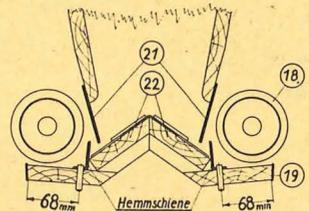

Abb. 13 Einbau der Hemmschiene „S“
2. **Hemmschiene „S“ (starr)** - nur für stark rieselnde Düngersorten, besonders bei kleinen Streumengen. Die Hemmschiene „S“ (26) besitzt an ihrer Unterseite kleine Zapfen, welche beim Einbau in die entsprechenden Löcher im Muldenbrett (19) eingreifen. Einbau s. Abb. 13. Bei der Reinigung sind die beiden Hemmschienen „S“ herauszunehmen.
3. **Ungezählter Rührschieber** - für mittel- und grobgekörnte Düngersorten verhindert das Untersetzen der Düngerkörner unter den Rührschieber (23) und damit das Hocharbeiten des Rührschiebers.